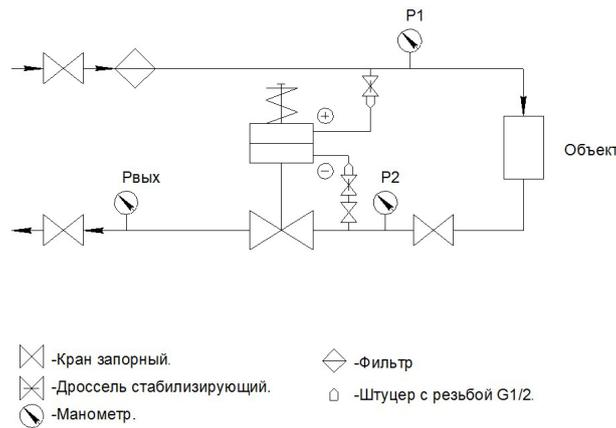

Рисунок 4
– установить два штуцера из комплекта регулятора на трубопровод согласно схеме подключения регулятора (рис. 4) в месте, удобном для подсоединения импульсных линий. Штуцеры вкручиваются